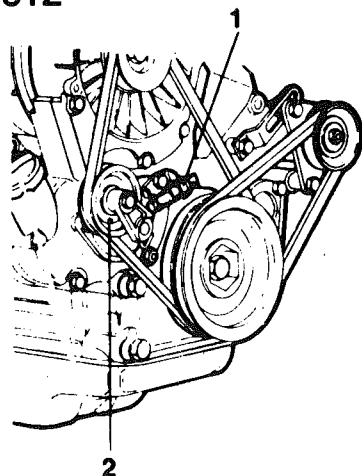

Fig. 31 Controllo della cinghia trapezoidale e dell'indicatore automatico di tensione
Spingere in dentro il contatto (1), fig. 31, facendo in tal modo suonare l'avvisatore acustico. Se il dispositivo di allarme non dovesse funzionare, ripararlo immediatamente.